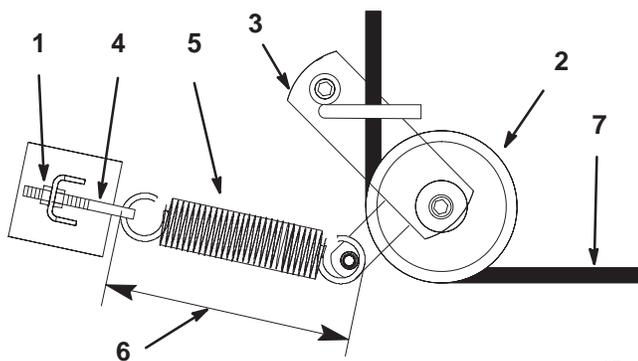

Figure 62
3. Desserrez l'écrou extérieur sur le boulon à œil du ressort (Fig. 62).
5. Déposez la poulie de tension rappelée par ressort (Fig. 62).
6. Faites passer la courroie neuve dans le bras de renvoi (Fig. 62).
8. Resserrez l'écrou extérieur sur le boulon à œil du ressort (Fig. 62).
Remarque : Vérifiez la longueur du ressort. Il doit mesurer 238 mm ± 3 mm une fois en place. Procédez à un réglage si la longueur n'est pas correcte (Fig. 62).